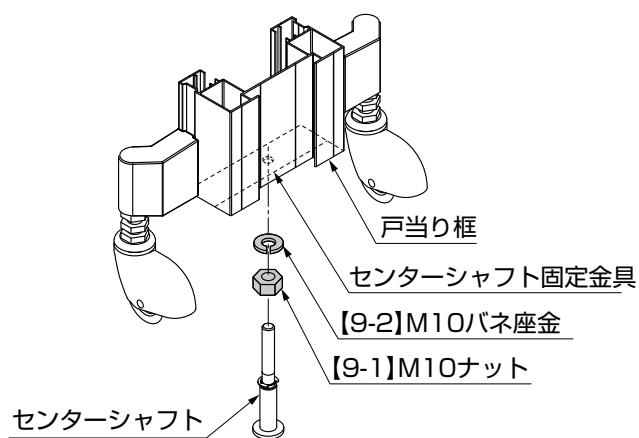

図11-7
- ①戸当り框部の下の「センターシャフト固定金具」に、【9-1】および【9-2】を組付けたセンターシャフトを仮組みしてください。（図11-7参照）